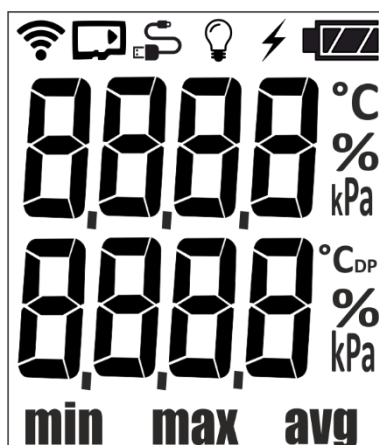

Рисунок 1 – Жидкокристаллический индикатор измерителя
4.4 На передней панели измерителя расположен жидкокристаллический индикатор (далее - индикатор) (рисунок 1), служащий для отображения информации, и две кнопки управления (далее - кнопки).